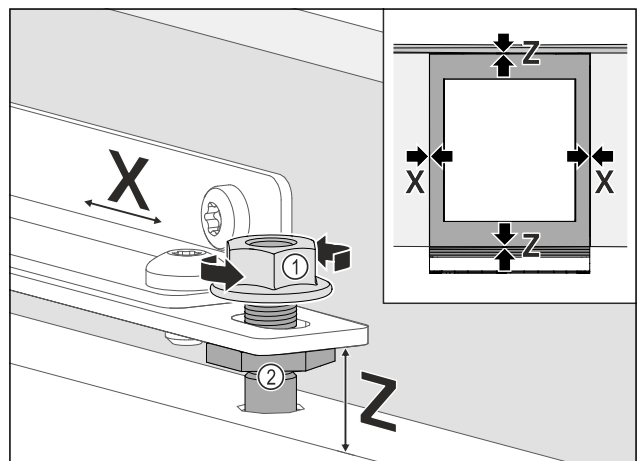

Fig. 104
- ▶ Вирівняйте меблевi дверцята збоку: Послабте контргайку Fig. 104 (1), посуňte меблевi дверцята у напрямку X.
- ▶ Затягніть контргайки Fig. 104 (1).
- ▶ Вирівняйте меблевi дверцята по висоті Y, а також їхній боковий нахил: Виконайте налаштування Fig. 104 (2) за допомогою регульовальних гвинтів.